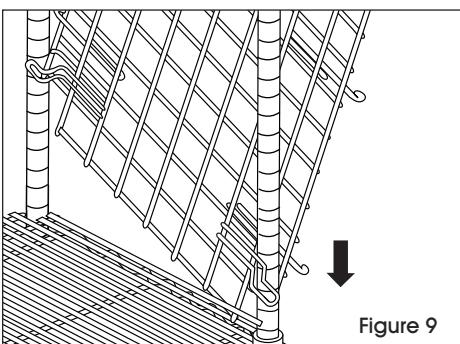

Figure 9
1. Montez les panneaux latéraux en vous assurant que les boucles du haut sont orientées vers l'intérieur. Inclinez le panneau pour qu'il se fixe autour des montants des deux côtés, puis glissez-le vers le bas de façon à ce que les boucles se retrouvent au-dessus du manchon en métal qui était installé au-dessus du montant. (Voir Figure 9)